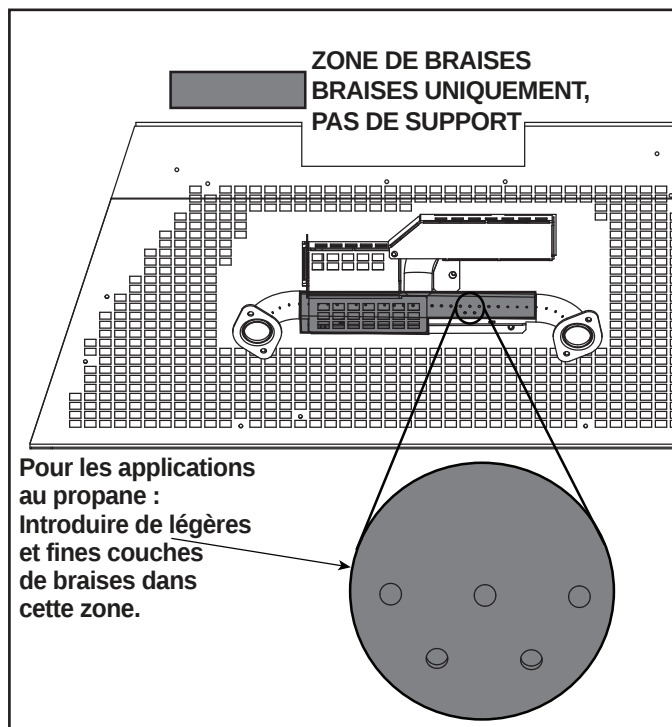

Figure 18 Zone de braises
- Placez des braises de la taille d'une pièce de dix cents dans la zone de braises comme indiqué sur la figure 18. Les braises doivent être placées sans serrer sur les orifices et la protection de la veilleuse. Ne pas envoyer les braises vers le bas ou dans les trous. Disposez en une seule couche ne dépassant pas une épaisseur de 6 mm (1/4 po).
AVIS : Pour les applications au propane, les braises doivent être appliquées en une couche mince et légère dans la partie de la zone indiquée sur la figure 18.